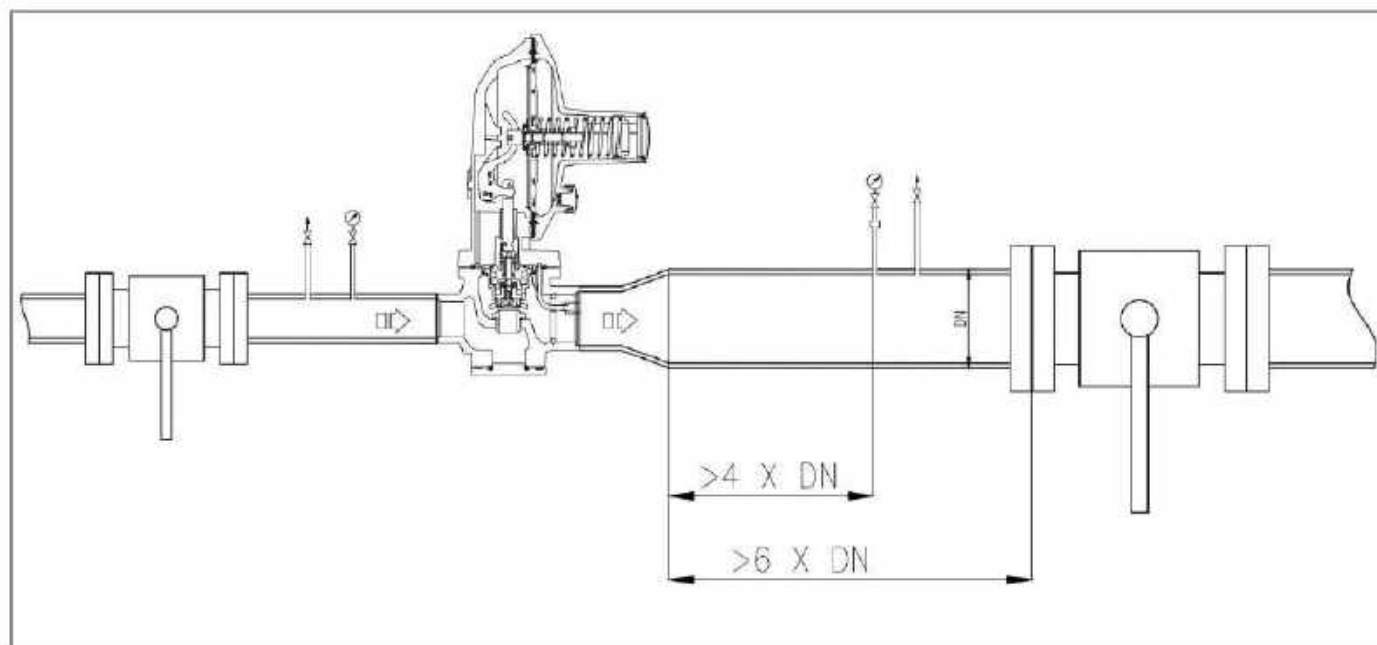
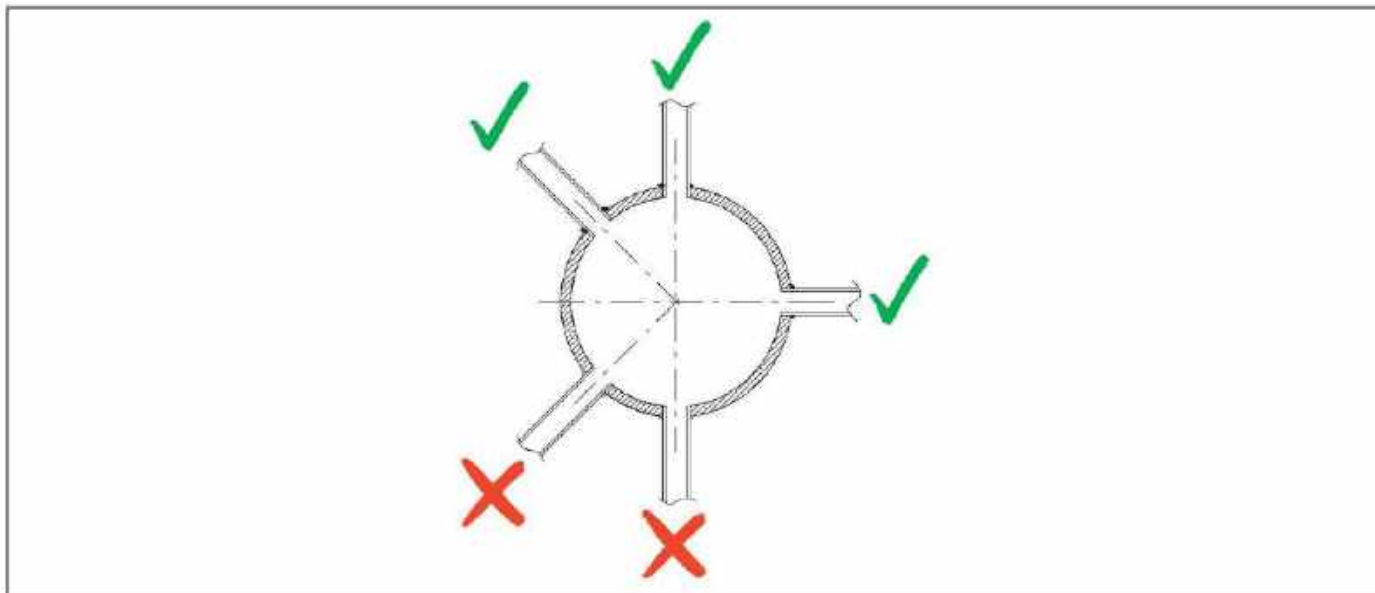

Fig. 6.13.
Fig. 6.15. Conexiuni de conducte sudate
Pentru echipamentul Dival 500 liniile de detectare sunt interne (Fig. 6.13), pentru Dival 500 cu funcție de monitorizare în linie liniile de detectare sunt externe ().
- racordurile racordului pneumatic sunt întotdeauna sudate pe axa superioară sau orizontală a conductei în sine (vezi Fig. 6.13 și Fig. 6.15);